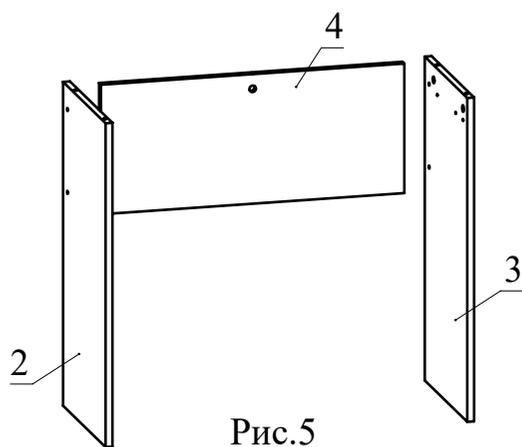

Рис.5
3. Соедините детали 2, 3 с деталью 4 при помощи конфирматов (Рис.5).